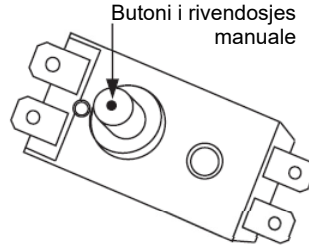

FIG 6
3. Shtypni butonin, e vendosur në qendër të çelësit termik, shih Fig.6;